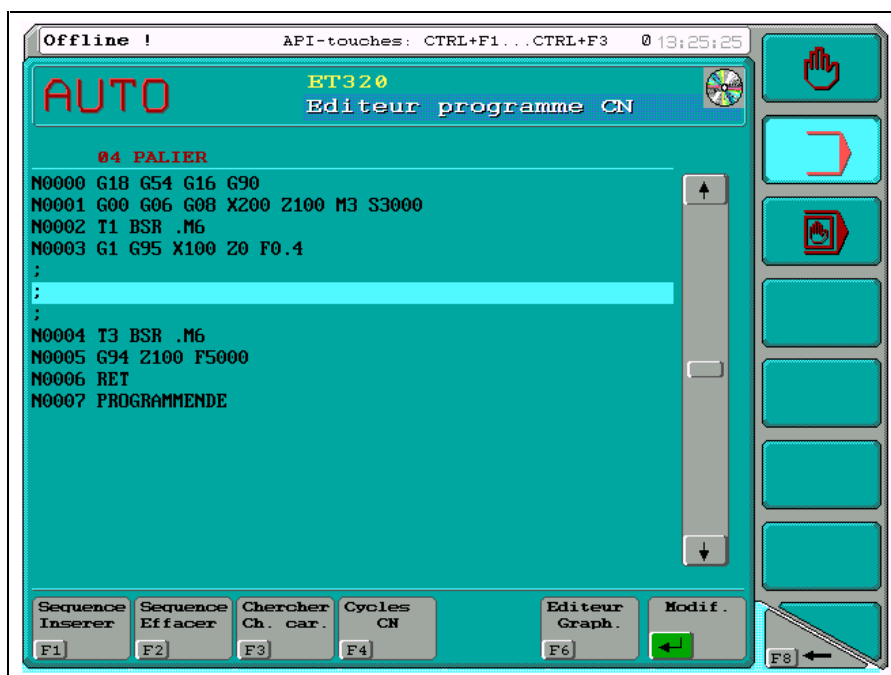

Fig. 2-1: Editeur de programme CN : appel de l'EGC par la touche fonction F6
- Appel de l'EGC** A partir de l'éditeur de programme CN, l'EGC est appelé par la touche fonction <F6> „Editeur Graph.“. L'EGC est appelé avant la ligne de programme surlignée par le curseur. (Voir Fig. 2-1)